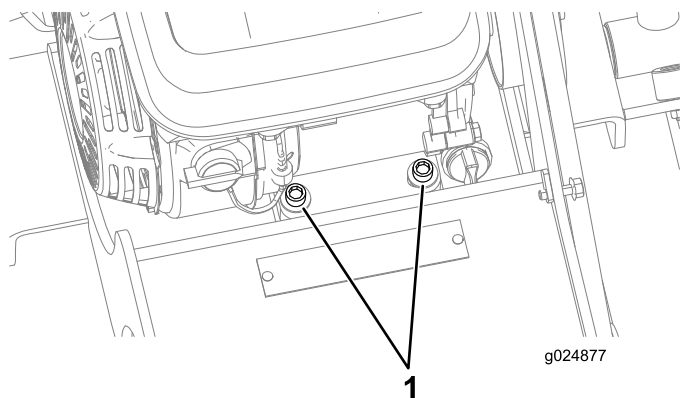

Figure 27
2. Desserrez les 2 boulons à tête creuse hexagonale (5/16-24 x 1,75 po) qui fixent l'avant du moteur (Figure 27).
7. Serrez les 2 boulons à tête creuse hexagonale (5/16-24 x 1,75 po) qui fixent l'avant du moteur à un couple de 12,5 à 16,4 Nm (9,2 à 12,1 pi-lb), comme montré à la Figure 27.